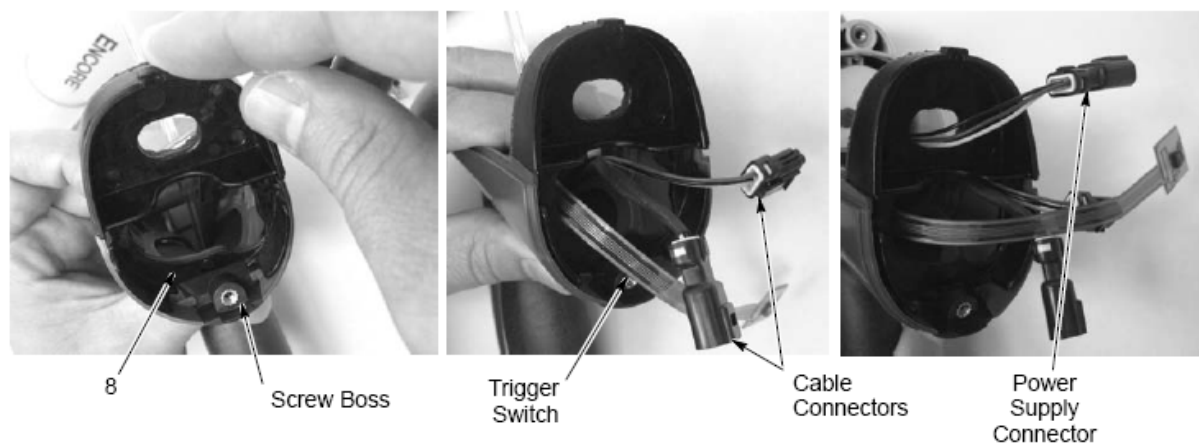

图 5-13 接地垫和枪把座组装到枪把上
14. 如图 5-13 所示。将端盖 (8) 底边置于枪把组件后侧螺丝孔后方，向前旋转端盖顶部，直至使其卡入枪把和枪身。
15. 使电源 J2 接头穿过端盖 (8) 顶部开孔。